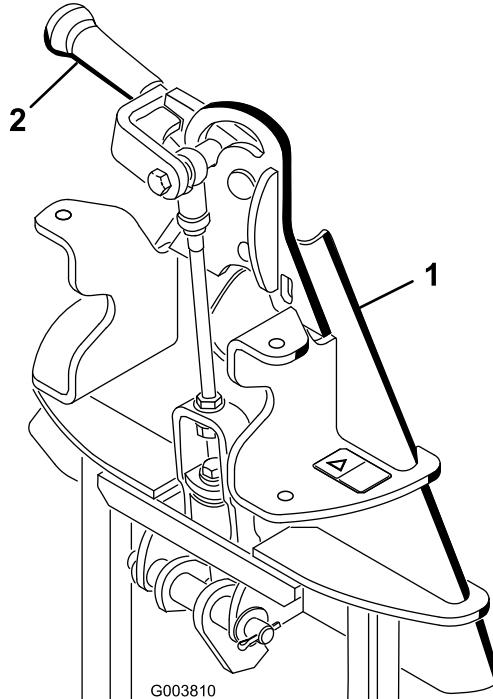

図 3
**注** ロックレバー図3が、車体後ろから見て左側解除位置にセットされていることを確認してください。